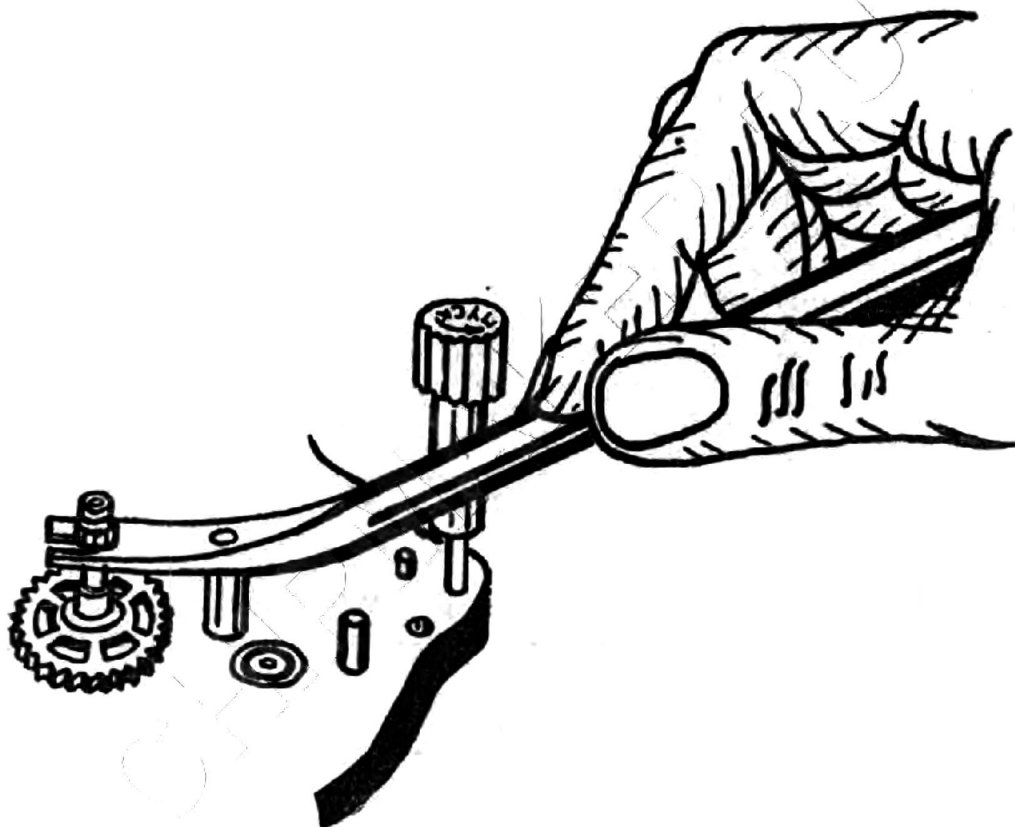

Рис. 7. Съем с центральной оси минутного триба с колесом
7. При помощи приспособления снять триб минутной стрелки (рис. 7).